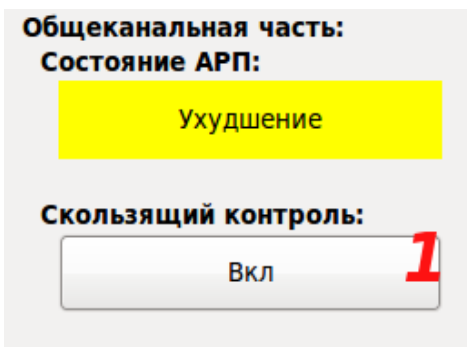

Рисунок 7
2.3.2.1 Включение и отключение периодического контроля работоспособности каналов пеленгования, осуществляется включением и отключением скользящего контроля. Эта команда выполняется с помощью кнопки «Вкл/Откл» в группе «Общеканальная часть» «Скользящий контроль» (см. рисунок 7, метка 1).